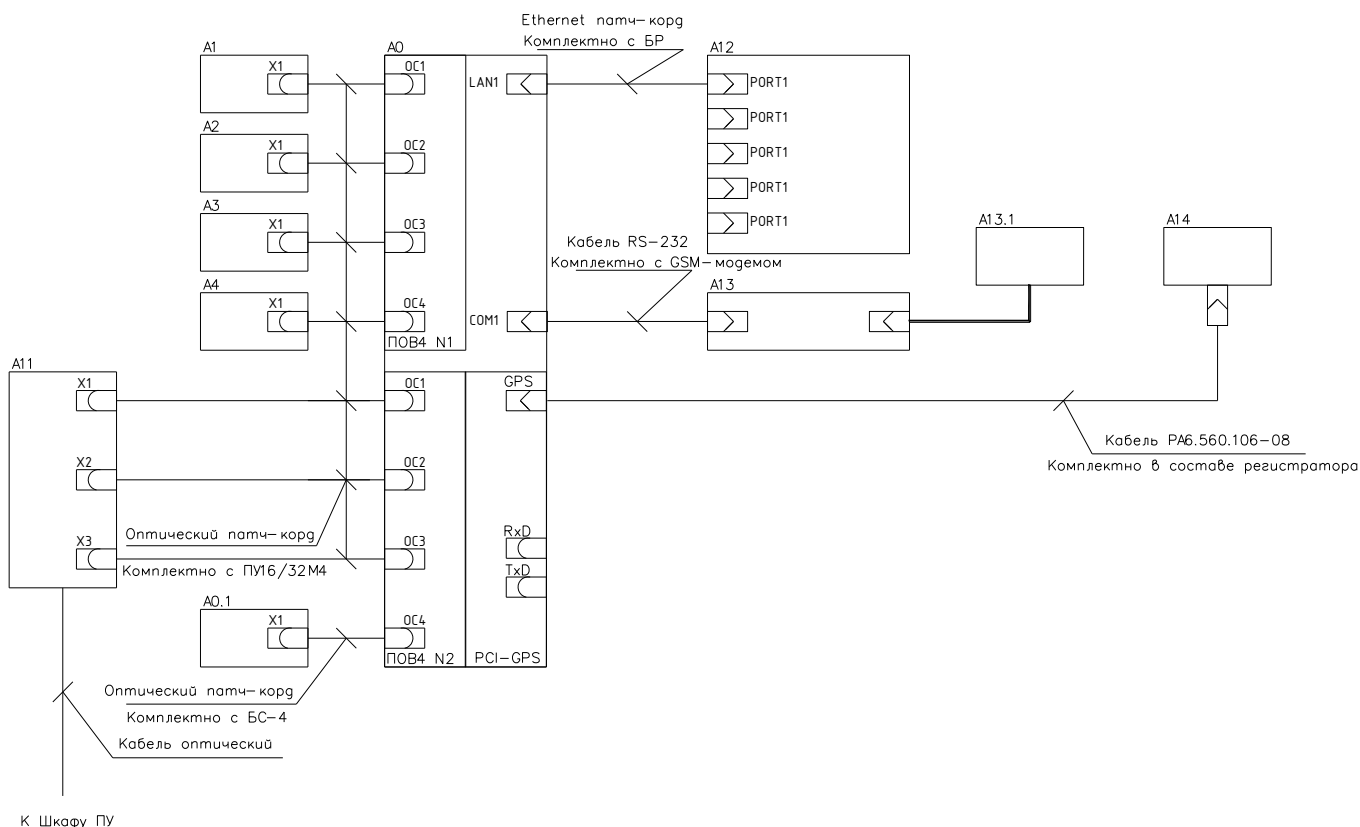

Рисунок 22
5.4.5.7 Подключить все блоки ПУ16/32МЗ, БПД-128 и БС-4 к блоку регистрации, рисунок 22. Включение и выключения регистратора необходимо осуществлять через автоматический выключатель, расположенный в помещении или в шкафу.